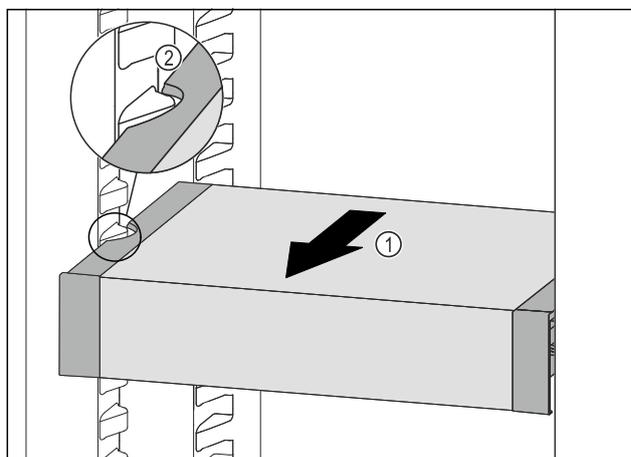

Fig. 92
- Tire del VarioSafe hacia delante *Fig. 92 (1)* hasta que los huecos laterales del VarioSafe se encuentren a la altura de la nervadura del recipiente en el compartimento del frigorífico. *Fig. 92 (2)*